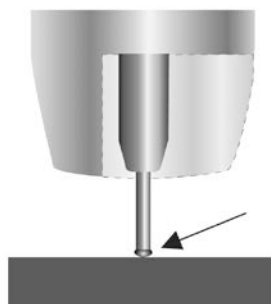

Fig. 27
1. Le fil approche de la pièce à travailler et touche celle-ci, produisant ainsi un court-circuit entre le fil et le métal de base. Puisqu'il n'existe aucun jeu entre le fil et le métal de base, aucun arc n'est produit et le courant traverse le fil (fig. 27).